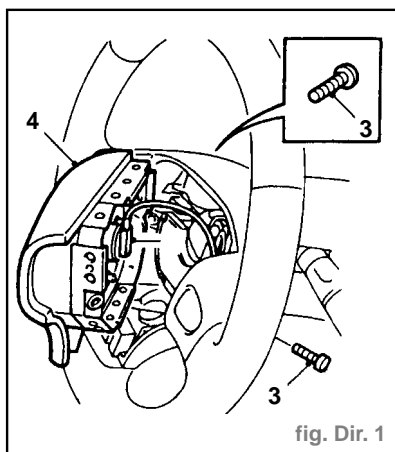

fig. Dir. 1
- Enlever les 2 boulons Torx (3) maintenant le module d'airbag sur le volant (Fig. Dir. 1).
- Dégager le module d'airbag (4) du volant.